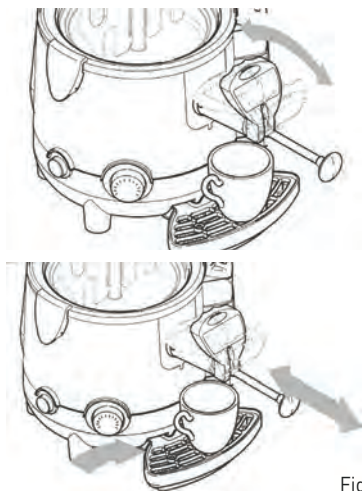

Fig. 1
- Dacă ciocolata caldă curge prea încet, se recomandă tragerea tije în poziția maximă; orice blocaje ale conductei de distribuție pot fi eliminate împingând tija înainte și înapoi în timp ce mașina este susținută după cum se arată în Fig.1
**Atenție! Pericol de arsuri! Nu atingeți capacul vasului (1) și vasul (2) în timp ce aparatul funcționează, deoarece acestea sunt foarte fierbinți. Utilizați întotdeauna mânerul superior al capacului de vas (2) pentru a-l ridica.**